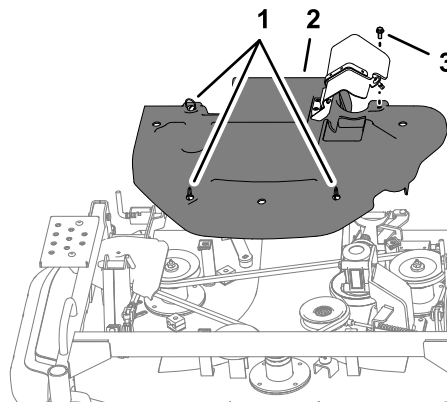

Figure 116
1. Tournez les 3 fixations quart-de-tout dans le sens antihoraire (Figure 116).
1. Alignez les fixations quart-de-tour du protège-courroie sur les écrous à clip du plateau de coupe ; voir Figure 116 sous Dépose du protège-courroie \(page 79\).
3. Vissez le boulon du protège-courroie dans l'écrou à clip du plateau de coupe ; voir Figure 116 sous Dépose du protège-courroie \(page 79\).